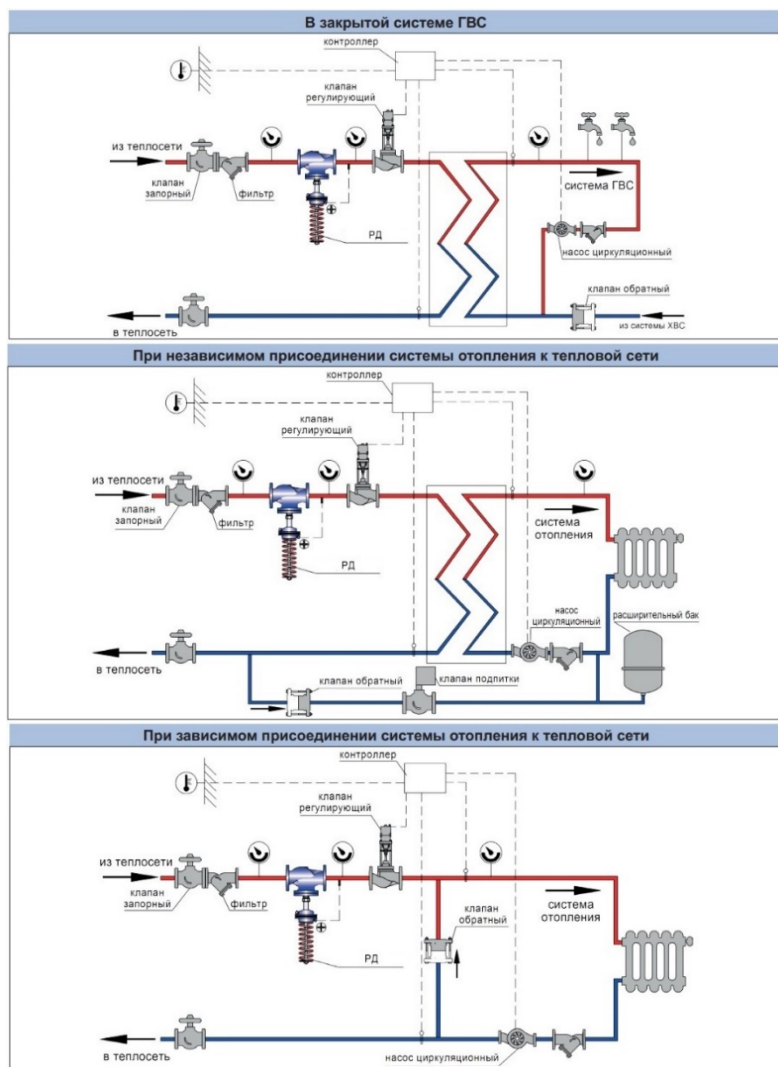

Рисунок 4 – Схемы подключения РД
8.2. РД устанавливается в рабочем положении, указанном в рис.4 на горизонтальном участке трубопровода, удобном для обслуживания и проведения ревизии. Прямой участок до и после РД должен быть не менее 5 условных диаметров. РД должен быть установлен в трубопровод таким образом, чтобы направление движения среды соответствовало стрелке на корпусе.